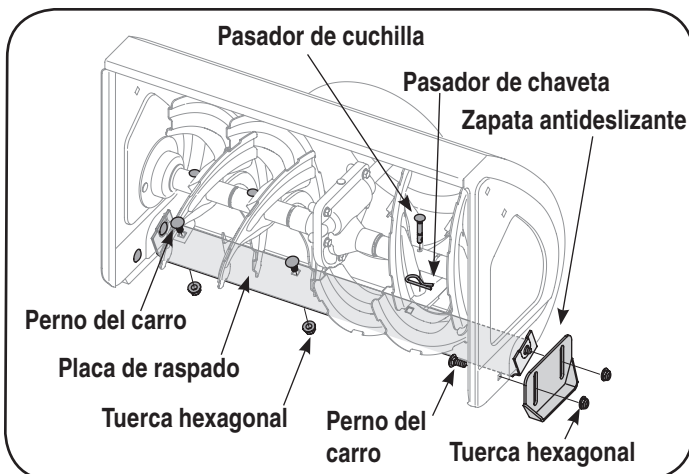

Figura 10
1. Para cambiarlas, quite los pernos de carro y las tuercas hexagonales que aseguran cada zapata antideslizante a la caja de la máquina quitanieve. Vea la figura 10.
3. **Para retirar la placa de raspado:** retire ambas zapatas antideslizantes y los elementos de ferretería, incluyendo los pernos del carro y las tuercas hexagonales que unen la placa de raspado a la caja de la máquina quitanieve. Por la ubicación de la placa de raspado, consulte la figura 10.
Las barrenas están ajustadas al eje espiral con cuatro pasadores de cuchilla y pasadores de chaveta. Si golpea un objeto extraño o una barra de hielo, la máquina quitanieve está diseñada de manera que los pasadores se cortan. Consulte la figura 10.